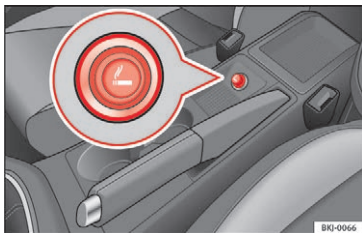

Fig. 138 Lighter
- Tryk lighteren » Fig. 138 ind for at bruge den » .